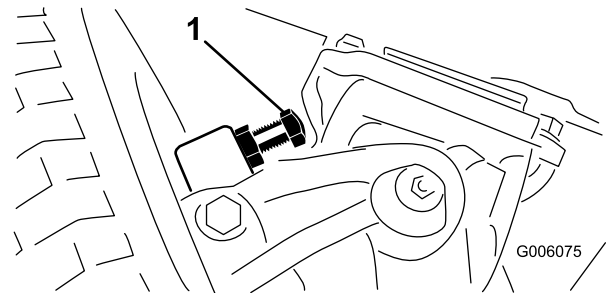

Figure 69
- Vissez ou dévissez les boulons jusqu'à ce que l'écart correct soit obtenu (2,3 mm) ; voir Figure 69.